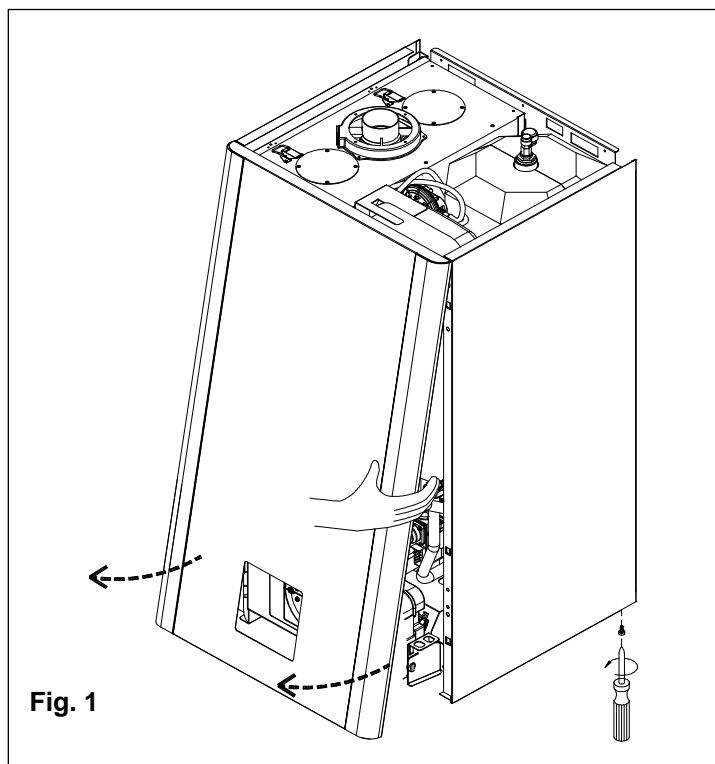

Fig. 1
8. nel caso di trasformazione METANO – GPL togliere il tappo **A** dal modulatore (fig. 1) e avvitare completamente il dado '12' con una chiave aperta da 10; misurare la pressione di ingresso della valvola inserendo un manometro nella presa di pressione d'entrata '3' con bruciatore acceso, e regolare il riduttore di pressione di rete secondo la "Tabella dati gas" 5.4 (Pressione nominale di alimentazione). Nel caso di miscela di gas G 30 – G31 regolare l'ingresso alla pressione del G 31. Per tarare la minima meccanica vedi capitolo 5.3 'Taratura della valvola gas';
- afferrare il pannello frontale nella parte inferiore e tirarlo verso se (fig. 1) per sganciare i 2 perni in basso;
- rimuovere il pannello frontale (vedi fig. 1);
- ruotare il rubinetto di scarico dell'impianto (fig. 1);
- c. svitare le viti e rimuovere il piastrino "A" dal pannello comandi (fig. 1) e procedere al collegamento: